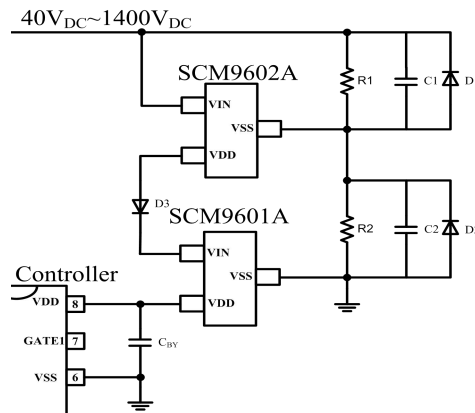

图 7 输入 40V_{DC}~1400V_{DC} 应用电路（SCM9601A 和 SCM9602A 串联使用）
2.当应用在更高的输入电压范围时，推荐搭配我司 SCM9602A，请参阅图 7。其中 C1、C2 为输入端高压储能电容，减缓输入端电压的波动幅度；R1、R2 为均压电阻，避免 C1、C2 漏电流差异导致的不均压问题；D1、D2 和 D3 用来解决 C1、C2 漏电流差异较大带来的电流倒灌问题。